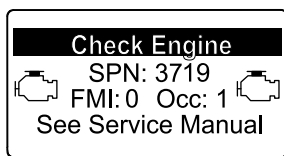

Figure 75
- Avertissement moteur SPN 3719, FMI 0 (Figure 75)